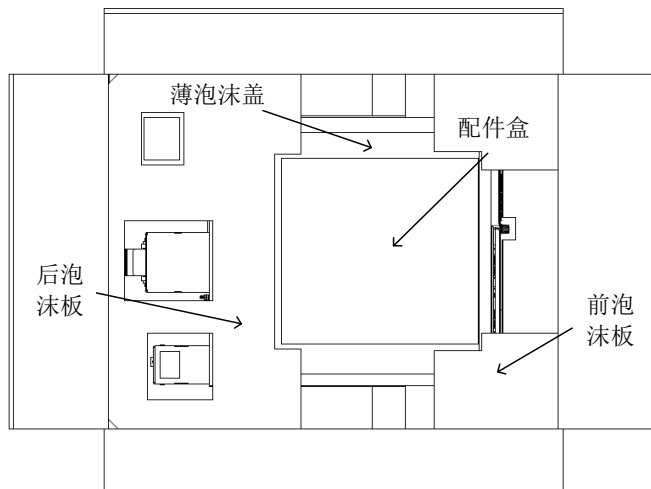

图 4-43: GSP 拆包 - 配件盒、泡沫板和泡沫盖
2. 轻轻取下配件盒、前泡沫板、后泡沫板和薄泡沫盖，如图 4-43 所示。